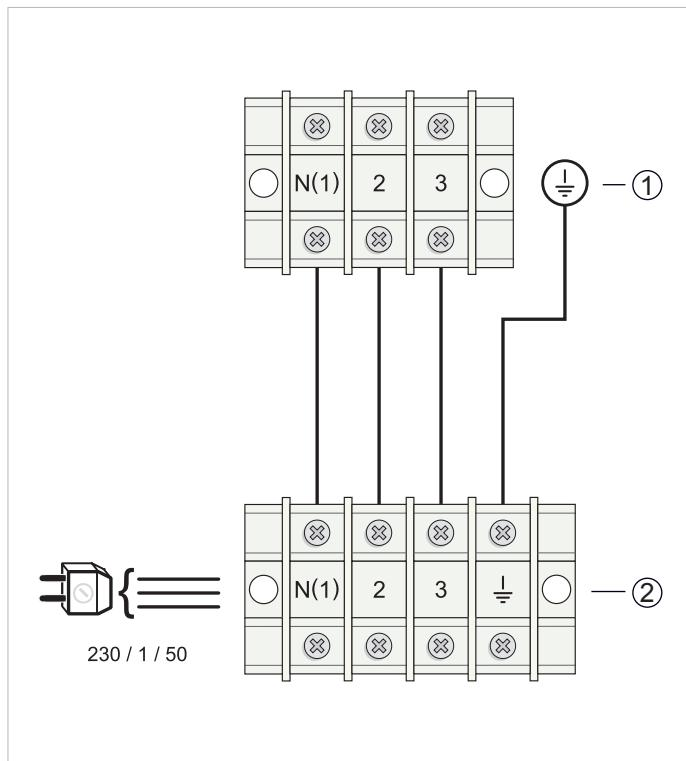

Abb. 11.4 Elektrischer Schaltplan für den Außen- und Innenanschluss SDH 18-025 NW und SDH 18-035 NW.
- Führen Sie das Stromkabel von der Rückseite des Innengerätes durch das eigens dafür vorgesehene Loch auf der Vorderseite. Schließen Sie die Kabel des Innengerätes gemäß dem entsprechenden Anschlusschema an. Abbildung 11.4 und 11.5.